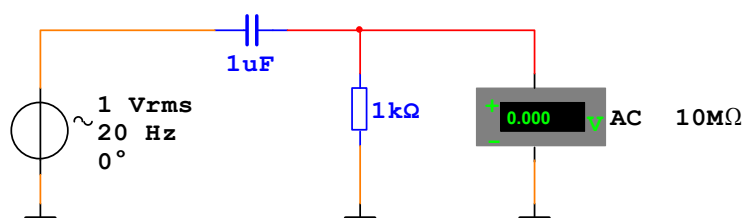

Рис. 4.1
4.2.1. Соберите схему для исследования амплитудно-частотных характеристик дифференцирующей RC цепи, приведенную на рис. 4.1. Установите значение емкости конденсатора 1 мкФ, сопротивление резистора 1 кОм.